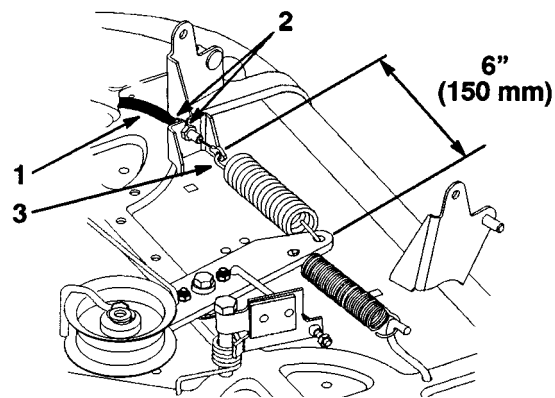

Fig. 47
15. Sæt klippehøjdeløftets hjælpefjeder fast på holdebolten (fig. 47) ved hjælp af fjederredskabet, som følger med maskinen.
12. Knivhåndtaget (kraftudtaget) på instrumentpanelet tilkobles. Mål afstanden mellem mellemfjederens krogender (fig. 47). Justér låsemøtrikkerne, så der opnås et mål på 150 mm (fig. 47).